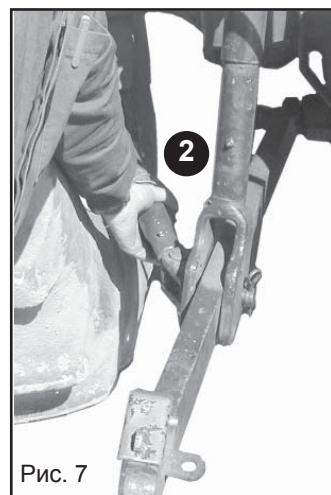

Рис. 7
- 2) Заблокировать движение по горизонтали параллелей трактора при помощи соответствующих стабилизаторов (2, Рис.7) Эта мера должна быть принята во избежание горизонтального смещения сеялки.